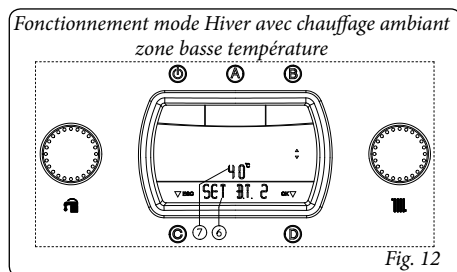

Fig. 12
- **Zone basse température.** La température du chauffage dans la zone en basse température se règle avec le paramètre "SET B.T. 2" à l'intérieur du menu "Zones" en utilisant le sélecteur (3), la température correspondante s'affiche sur l'écran (24) avec l'indicateur (7) et l'indication "SET B.T. 2" apparaît (Fig. 12). En tournant le sélecteur (3) dans le sens des aiguilles d'une montre, la température augmente. Dans le sens contraire des aiguilles d'une montre, elle diminue.